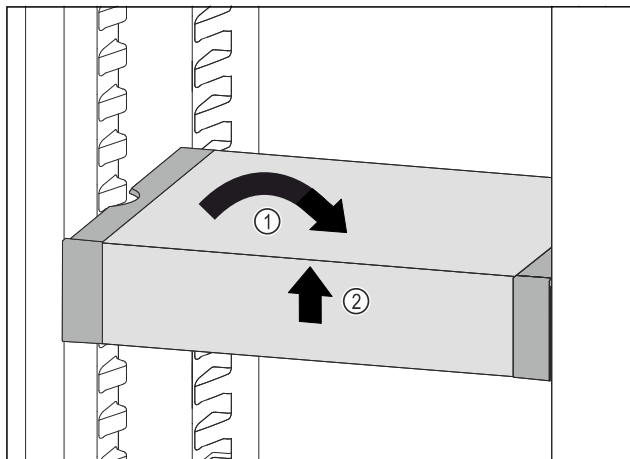

Fig. 95
- VarioSafe recht zetten. Fig. 95 (1)
- VarioSafe aan voorkant optillen. Fig. 95 (2)